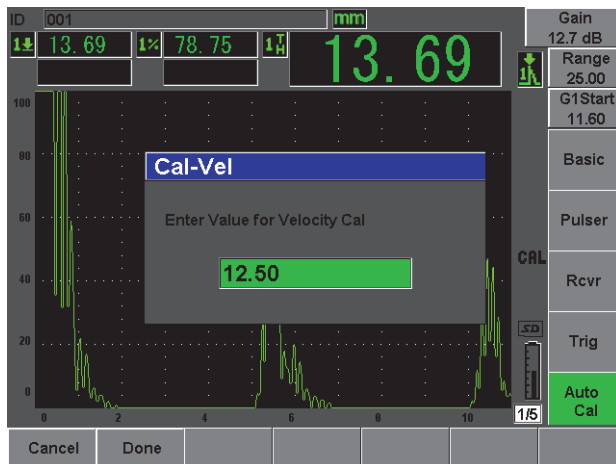

图 2-17 声速校准数值
14. 使用飞梭旋钮或箭头键，将显示的数值调整为正确的厚度。本示例中，探头被耦合到 12.5 mm 的阶梯上（参见第 47 页的图 2-17）。